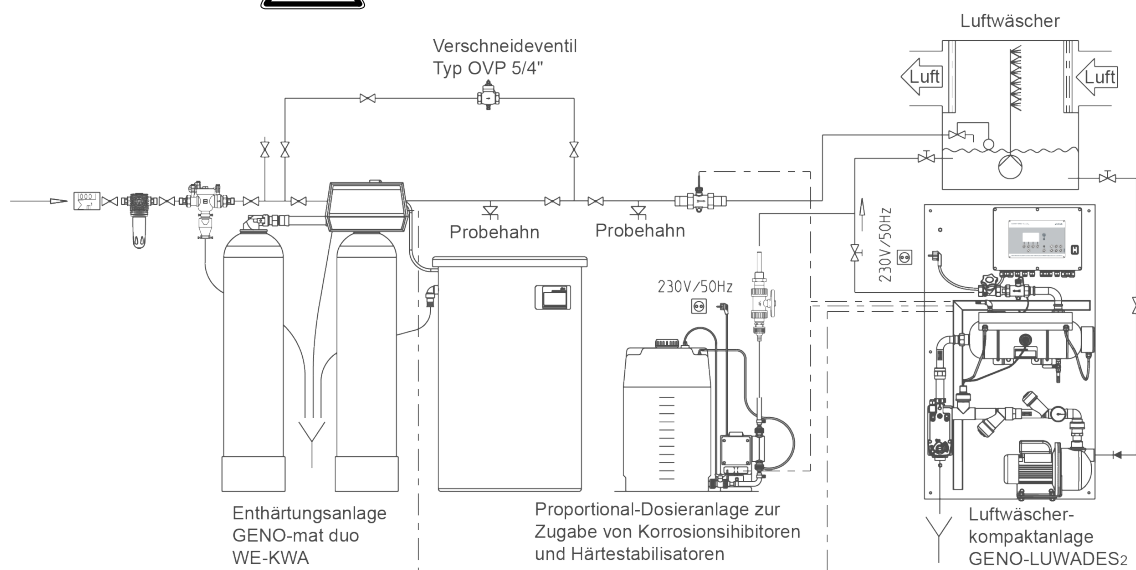

Abb. D-1: Einbaubeispiel – Luftwäscherkompaktanlage GENO-LUWADES₂ bei Luftwäschern
Bei der Installation der GENO-LUWADES₂ sind bestimmte Regeln in jedem Fall einzuhalten. Zusätzliche Empfehlungen erleichtern die Arbeit mit der Anlage. Die hier beschriebenen Installationshinweise sind in Abb. D-1 illustriert.
1. Kreislaufleitungen entsprechend Einbaubeispiel (Abb. D-1), oder entsprechend den maßgeblichen Planungsunterlagen unter Beachtung der Durchflussrichtung anschließen. Dabei die Vorgaben in Abschnitt 1 sowie Besonderheiten der Gesamtanlage beachten.